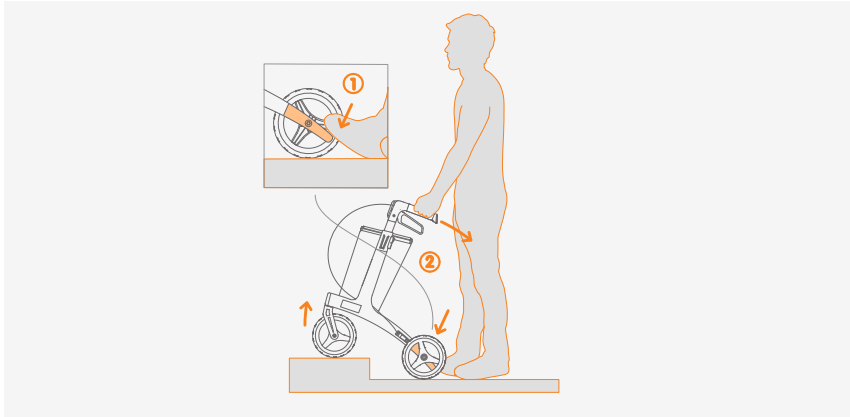

Abbildung 7: Bordsteinüberwindung mit der Ankipphilfe.
1. Nähern Sie sich dem Bordstein so nah wie möglich (**Abbildung 7**).
2. Platzieren Sie einen Fuß auf der Ankipphilfe (1).
3. Kippen Sie den rollator nach hinten (2).